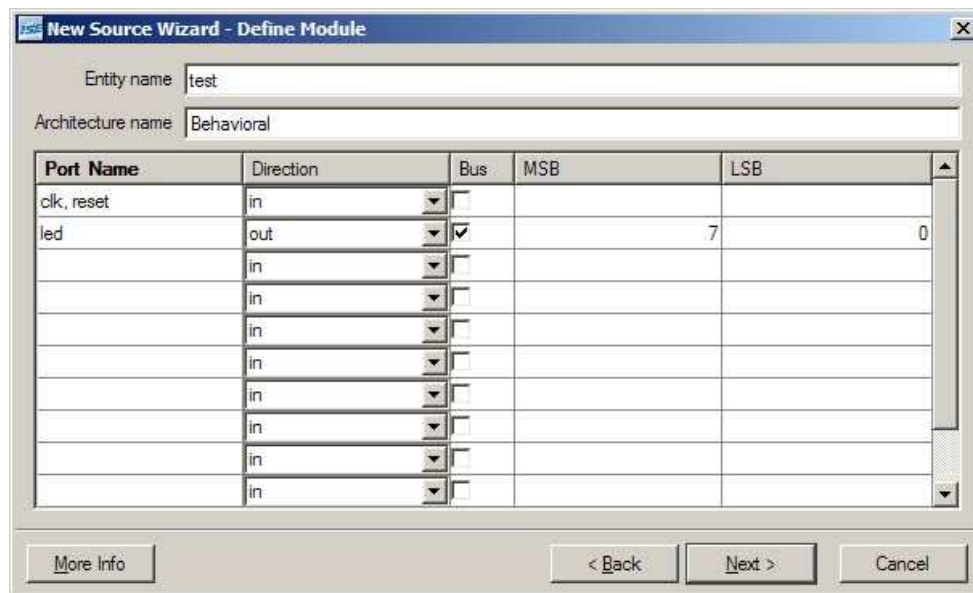

Abbildung 12: Ports einstellen
- Im folgenden Fenster lassen sich die Ein- und Ausgangssignale des Bausteins einstellen, den das VHDL-Modul enthält. Diese für das Beispiel hier wie in Abbildung 12 gezeigt anpassen.